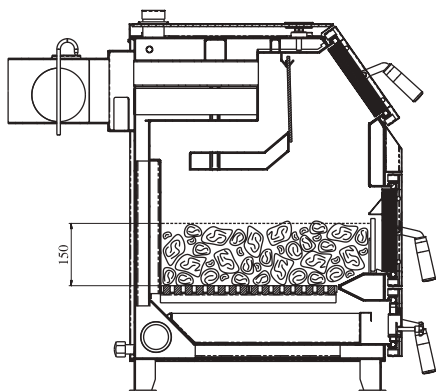

Рис.3 Заполнение котла топливом для номинального режима
5.4.3 Добавьте очередную порцию топлива, когда разгорится первый слой основного топлива. Для работы котла в номинальном режиме (рис. 3) поддерживайте слой топлива на колосниковой решетке около 150 мм.